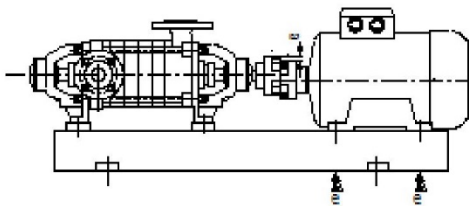
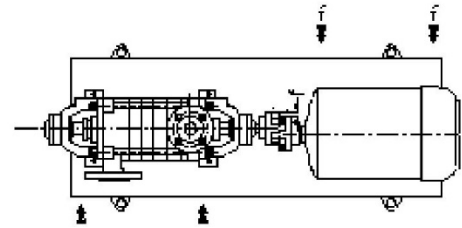
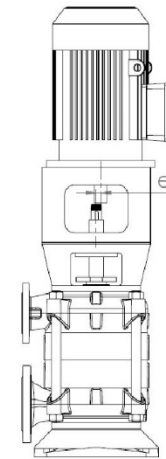

Рис. 12: Ошибка параллельного скольжения в вертикальной плоскости и коррекция (ОМК)
Рис. 14: Ошибка параллельного скольжения в горизонтальной плоскости и коррекция (ОМК)
Рис. 16: Ошибка параллельного скольжения в горизонтальной плоскости и коррекция (ОМК-V)
2. Угловая погрешность (Рис. 12 - Рис. 14 - Рис. 16)